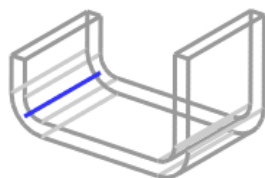

图 4.1.12 材料外部
-  (材料外部) 按钮: 将弯边定位在轮廓平面的外部 (图 4.1.12 所示)。零件的整体长度将增加, 增幅为材料厚度。